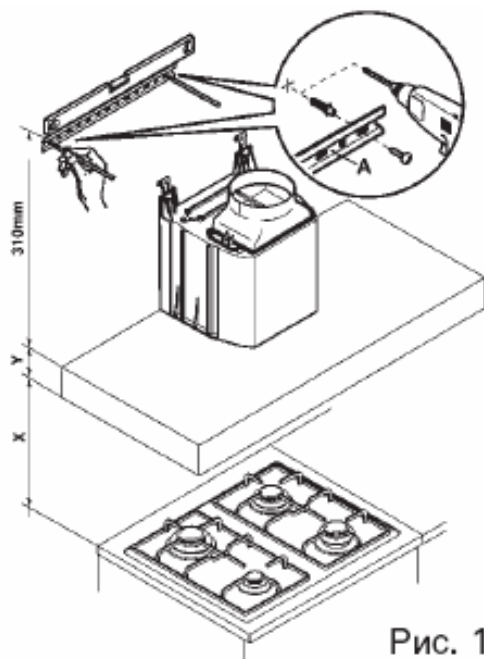

Рис. 1
- Закрепите поддерживающую планку (А – рис. 1) на стене над плитой на высоте, складывающейся из суммы значений  $X+Y+310$  мм.